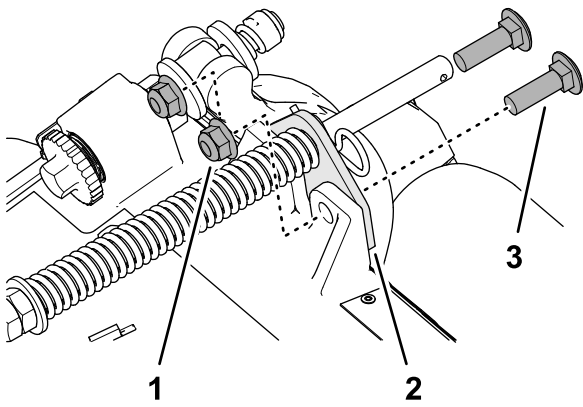

Рисунок 11
2. Удалите 2 фланцевые контргайки (3/8 дюйма) и 2 каретных болта (3/8 x 1/4 дюйма), которые крепят кронштейн компенсатора состояния грунта к раме режущего блока (**Рисунок 11**).